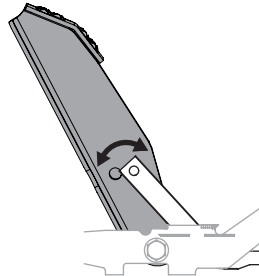

Figure 29
3. Placez la pédale à la position appropriée. Voir Figure 29.